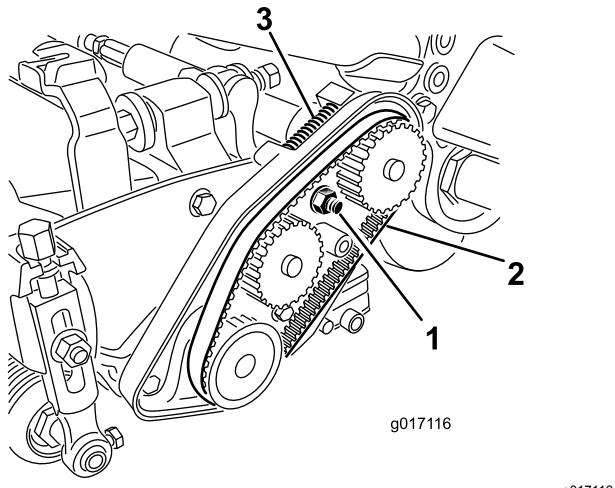

Bild 20
3. Lösen Sie die Mutter des Lagergehäuses (Bild 20).
5. Nehmen Sie den Riemen ab (Bild 20).
12. Stellen Sie sicher, dass die Druckfeder den Riemen spannt (Bild 20).